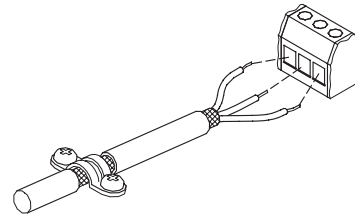

Рис. 38. Пример снятия изоляции кабеля с экраном
- По возможности, оставляйте экран как можно ближе к соединительным клеммам. См. рис. 38.